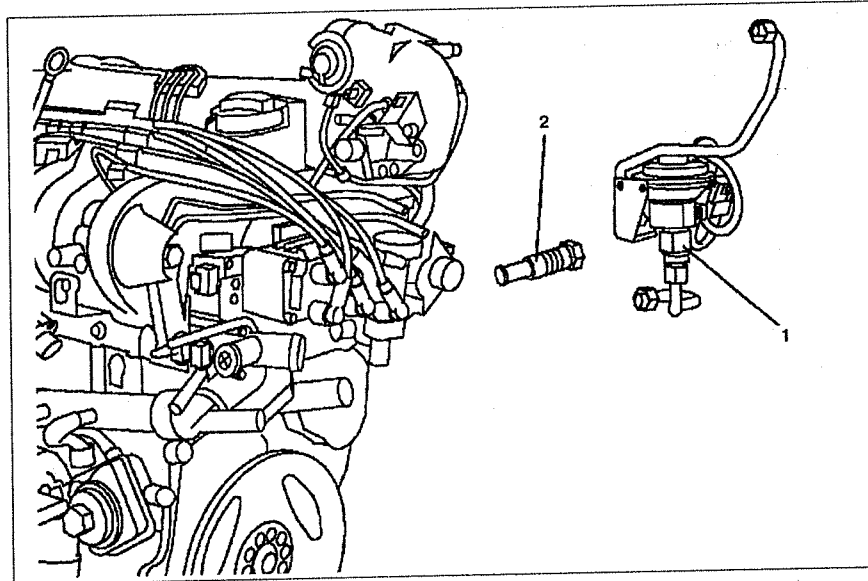

Рис. 3.17. Натяжитель цепи: 1. Клапан системы рециркуляции отработавших газов, 2. Натяжитель цепи.
1. Снимите клапан системы рециркуляции отработавших газов 1 (см.рис.3.17).